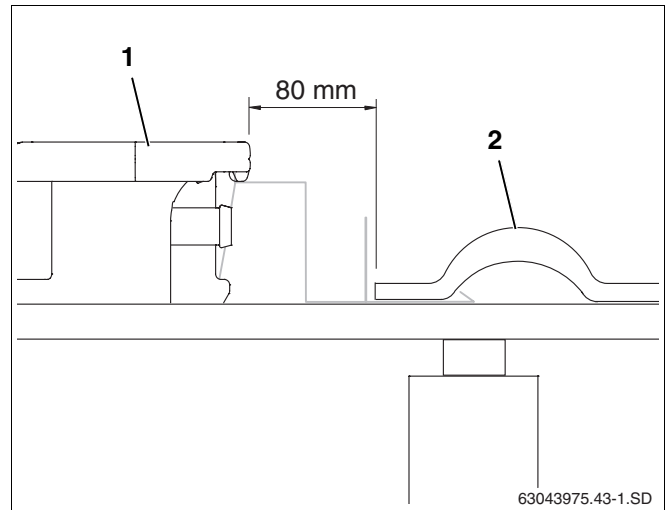

Fig. 24 Colocar y atornillar el primer colector
- ▶ Deje deslizar el primer colector (fig. 24, **pos. 1**) en el seguro contra deslizamiento y colóquelo a una distancia de 80 mm de la teja (cortada en caso necesario) situada en el exterior (fig. 24, **pos. 2**).